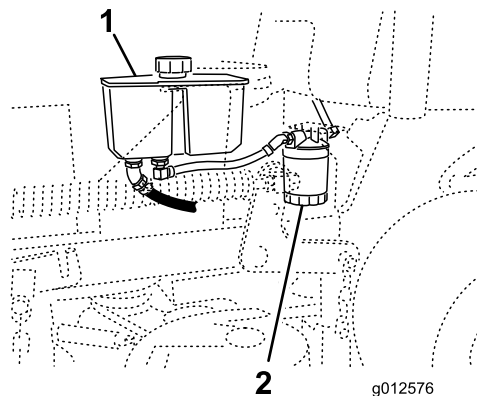

Figura 74
- Individuate il filtro e collocate una bacinella di spurgo sotto il filtro (Figura 74).